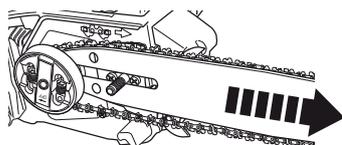

Fig. 5
- > Tendez la chaîne [6] en poussant délicatement le guide-chaîne [7] vers la droite (Fig. 5).